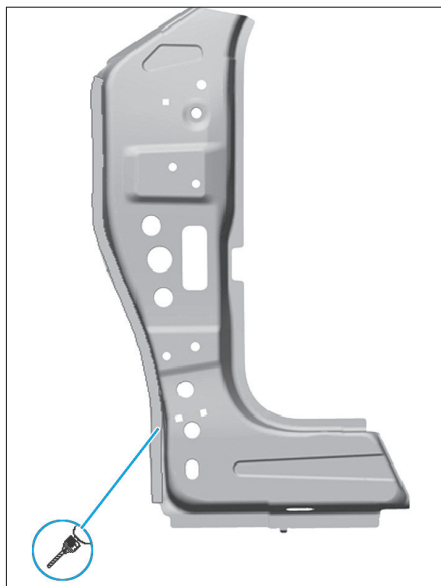

FIG. 51
- Percer des trous de 7 mm de diamètre par bouchonnage (Fig.51).